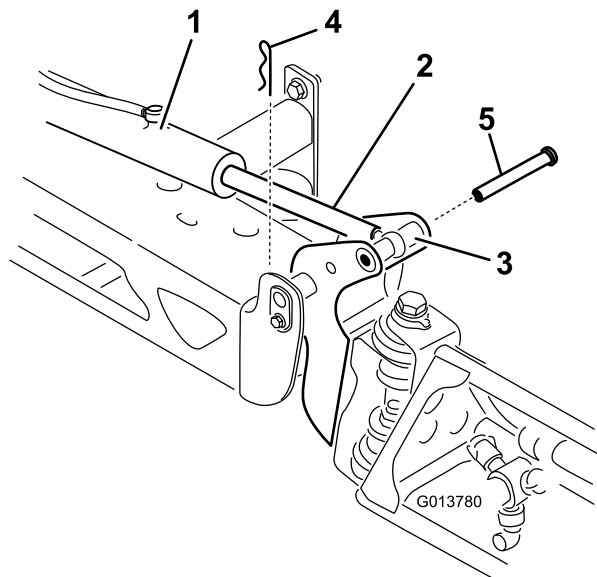

Figura 109
2. Îndepărtați cuiul spintecat de la fusul de basculare (Figura 109).
3. Ridicați braul și îndepărtați tiftul (Figura 109) și coborâți încet braul la sol.
9. În timp ce susțineți braul, introduceți tiftul atât prin pivotul braului, cât și prin tija dispozitivului de acționare (Figura 109).